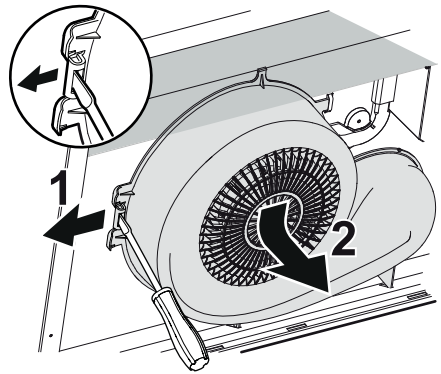

Fig. 4
Løsne ventilatorhuset ved å bøye ut klipsen i pilretningen (1) og trykke ventilatorhuset fra deg og nedover (2),Fig. 4.